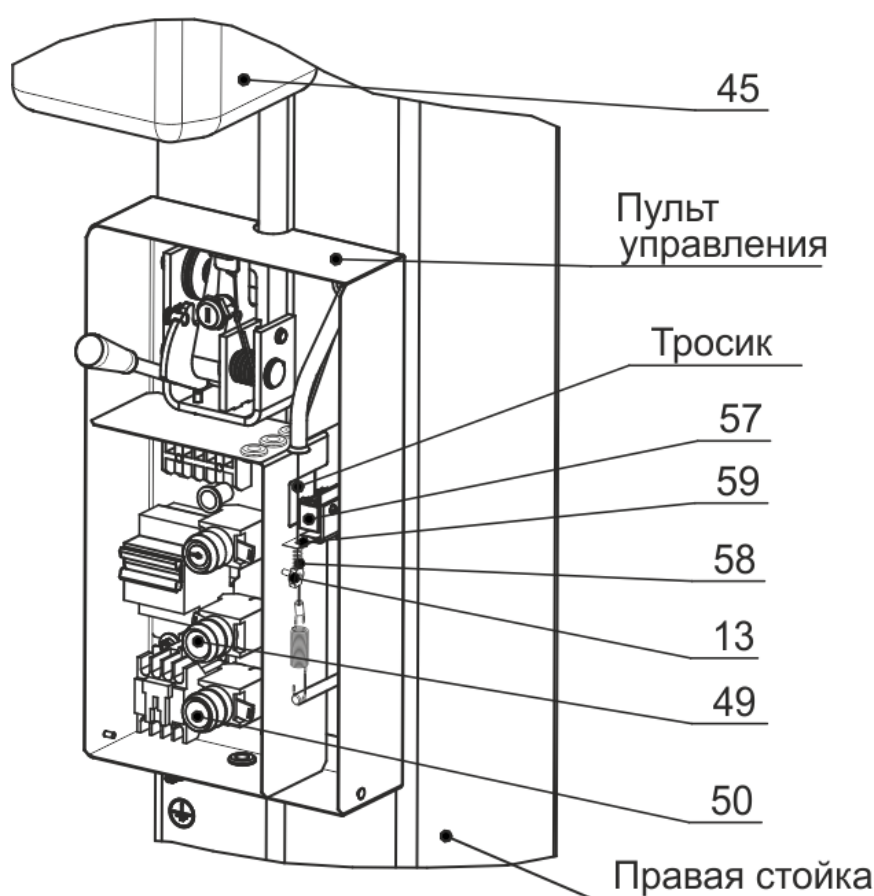

Рисунок 6.6 – Система автоматического отключения насосной станции при достижении каретки крайнего верхнего положения
6.12.1 Система автоматического отключения привода насосной станции 45 при достижении нижней части каретки 63 крайнего верхнего положения ( $\approx 1745$  мм от основания стойки) установлена и отрегулирована на предприятии-изготовителе (рисунок 6.6).